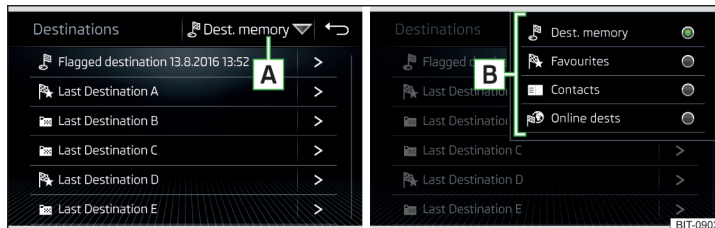

Abb. 165 **Liste der gespeicherten Ziele / Kategorien der gespeicherten Ziele wählen**
- ▶ Die Funktionsfläche A » Abb. 165 antippen und eine der folgenden Kategorien der gespeicherten Ziele B » Abb. 165 wählen.